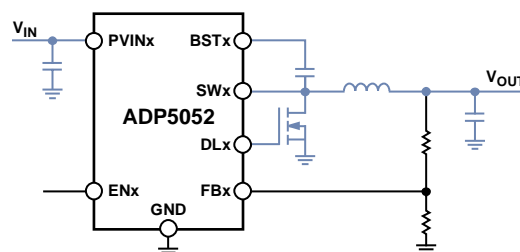

图52. 带高电流走线(显示为蓝色)的典型电路
- 确保高电流环路的走线尽可能短而宽。图52显示高电流路径。